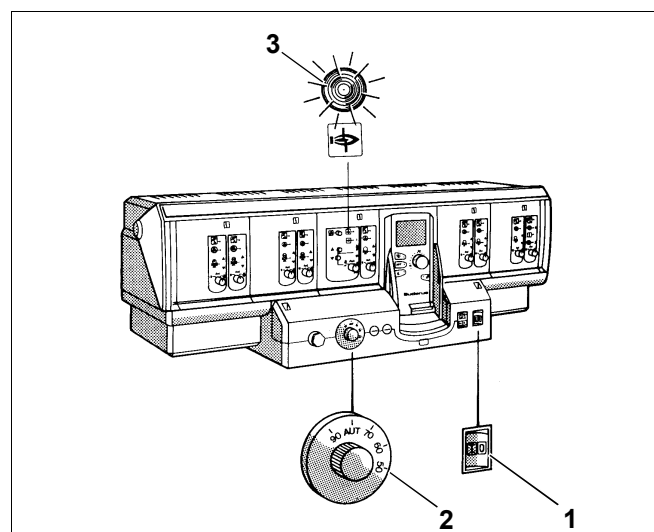

Fig. 1 Regulación p.e. Logamatic 4311
- Abra la tapa transparente (Fig. 1).
- Coloque el interruptor de servicio Fig. 1, **Pos. 1** en posición I (CON).
- Ajuste el termostato de trabajo de la caldera Fig. 1, **Pos. 2** en posición AUT (regulación con sonda exterior; ajuste en fabrica).
- Coloque el interruptor de servicio Fig. 1, **Pos. 1** en posición 0 (DES).
La avería del quemador se indica en el quemador y en el equipo regulador mediante la señalización Fig. 1, **Pos. 3**) o en el display.